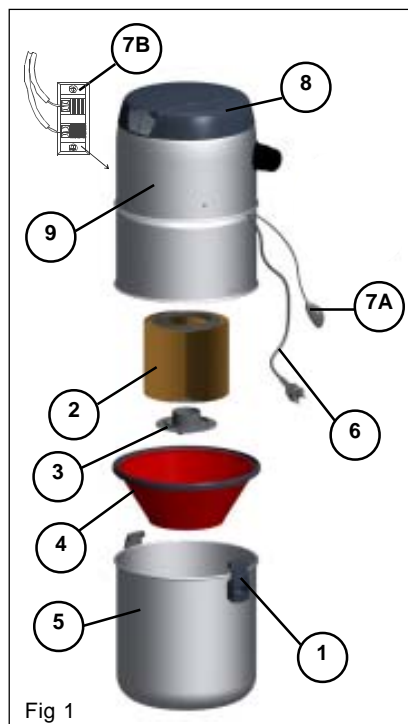
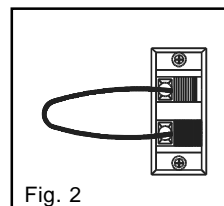

Fig 1
Fig. 2
- Öppna dammbehållarens spänne (1) [se fig. 1]. Dammbehållaren (5) hänger nu i centralenheten. Lyft behållaren från krokarna, lyft ur konen (4) och töm dammbehållaren. Rengör omsorgsfullt konens tätningsspår innan du placerar tillbaka behållaren. Skräp som hamnar mellan försämrar tätheten och sugförmågan samt skadar tätningssystemet.
## 3.2 Filterservice [fig. 1]
**Motorn och övriga elkomponenter finns upptill i centralenheten [fig. 1 (delarna 8 och 9)]. Den övre delen innehåller inga delar som kan servas av användaren. Om fel uppstår, kontakta en auktoriserad Allaway-servicefirma.**
- Kontrollera anslutningen av svagströmsledningarna [fig. 1; (7A eller 7B)] till centralenheten.
- Kontrollera om anläggningen startar från centralenhetens svagströmskontakt [fig. 1; (7A) A 30 och A 40, (7B) A 50] genom att kortsluta startkretsen med en metalltråd [enligt fig. 2 eller 3] beroende på centralenhet.
- Lokalisera tilltäppningen t.ex. genom att suga upp remsor av hushållspapper via sugdosorna. Om pappersbitarna sedan återfinns i dammbehållaren är sträckan i fråga öppen. Ta loss centralenheten från dess plats när tilltäppningen är lokaliserad och kontrollera att centralenhetens anslutningsslangar inte är tilltäppta. Koppla anslutningsslangen på centralenhetens sugsida till sugdosan i den gren som är tilltäppt med en sugslang (eller om tilltäppningen finns i ett stamrör till den dosa som är närmast tilltäppningen). Starta centralenheten (se start med metalltråd; fig. 2/3). Gå till det ställe där centralenheten är installerad; tillslut/öppna öppningen på sugröret med handflatan. Detta utsätter tilltäppningen för kortvarigt undertryck. Lösgör centralenheten från sugdosan så att turbinen får luft emellanåt och inte överhettas, om tilltäppningen inte försvinner inom 10–15 sekunder. Upprepa försöket efter cirka en minut.